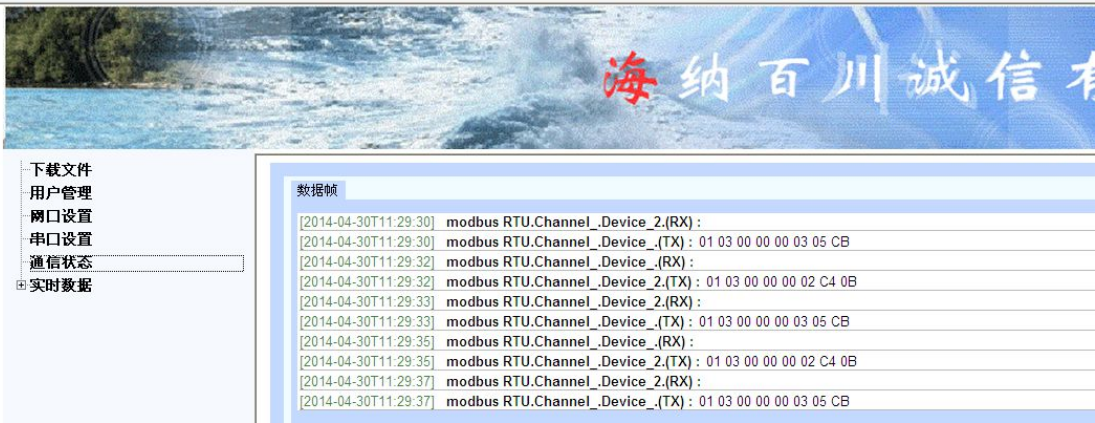

图 4-7-1 查看通讯状态
**通讯状态：**除此之外还可以在网页中查看实时动态的数据帧，方便用户直观的了解实时通讯状态，通过对数据帧的分析，可以找出故障的原因，给用户带来了很大的方便，如下图 4-7-1。